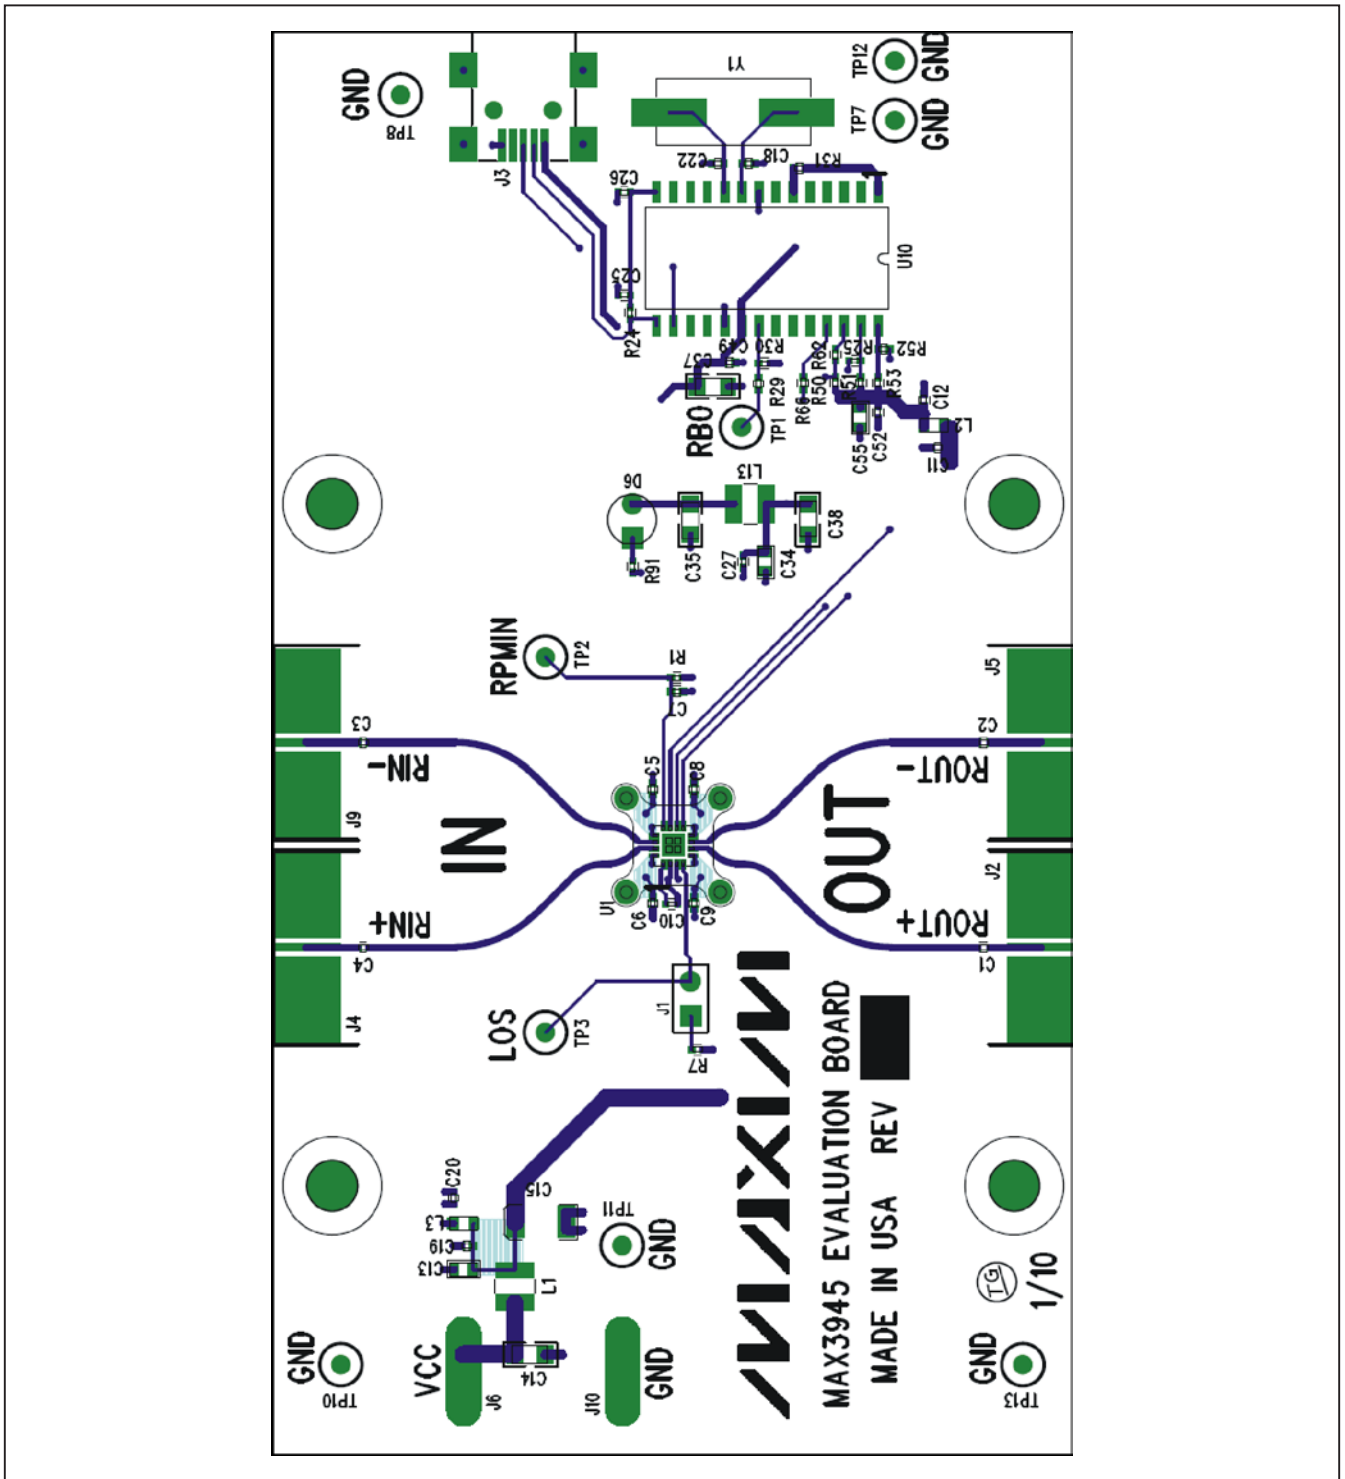

図2. MAX3945のEVキットの部品配置ガイド一部品面
- 1) プログラムなしでMAX3945の検証を行う方法は単純です。図2に示すようにジャンパJ1を接続してください。この時、EVキットとコンピュータの間にUSBケーブルを接続しないでください。プログラムで制御しない場合、MAX3945はデフォルトのモードで動作します。デフォルトのモードを表1に示します。